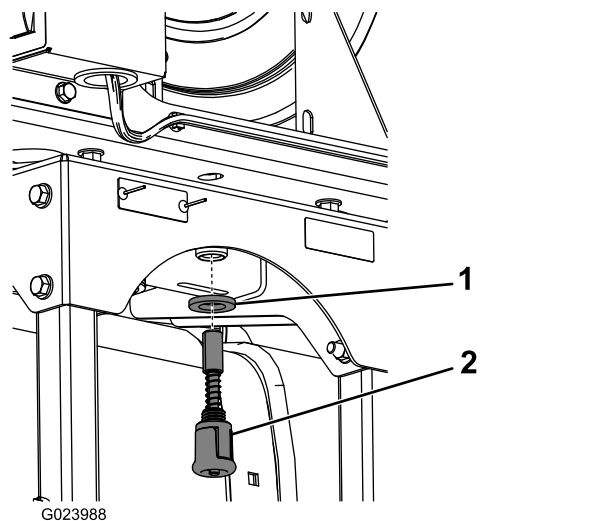

Figura 8
8. Instale la arandela grande y el pasador elástico a la parte inferior del bastidor del carrete de la manguera (Figura 8).